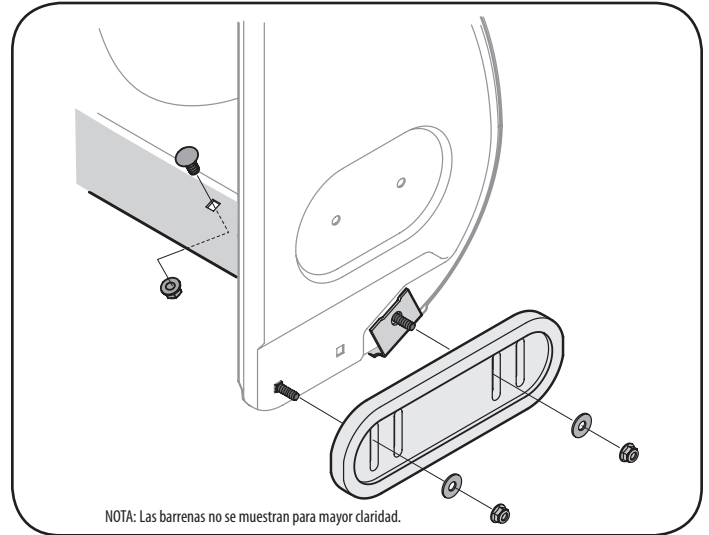

Figura 22
2. Monte las nuevas zapatas antideslizantes con cuatros pernos de carro (dos en cada lado), arandelas, y las tuercas de brida hexagonales. Consulte la Figura 22.